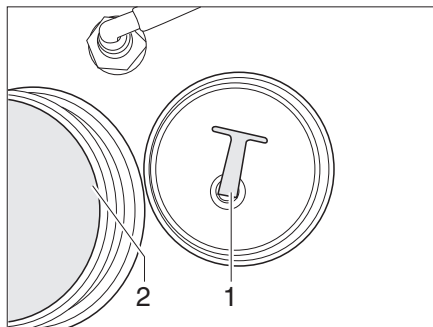

Fig. 153 Depósito de agua
- Desenroscar la tapa de cierre (Fig. 153,2) del depósito de agua.
- Extraer o desenroscar el tapón de cierre (Fig. 153,1) del orificio de salida. Se vacía el agua.